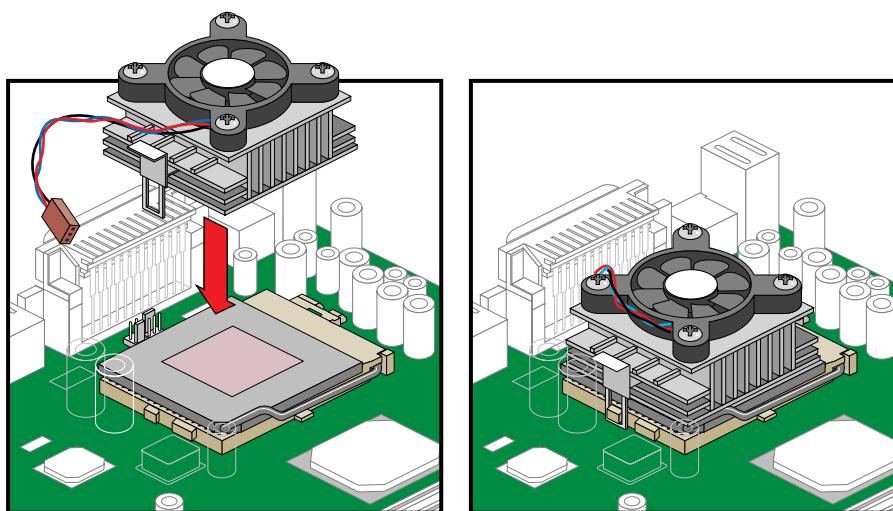

図 3-4 ファン/ヒートシンクのCPUへの取り付け
4. ファン/ヒートシンクメタルブラケットの一方の端をCPUソケットに取り付けて、メタルブラケットが本来の場所に固定されるまでメタルブラケットのもう一方の端をそっと押し込みます。図3-4にその手順を図示します。